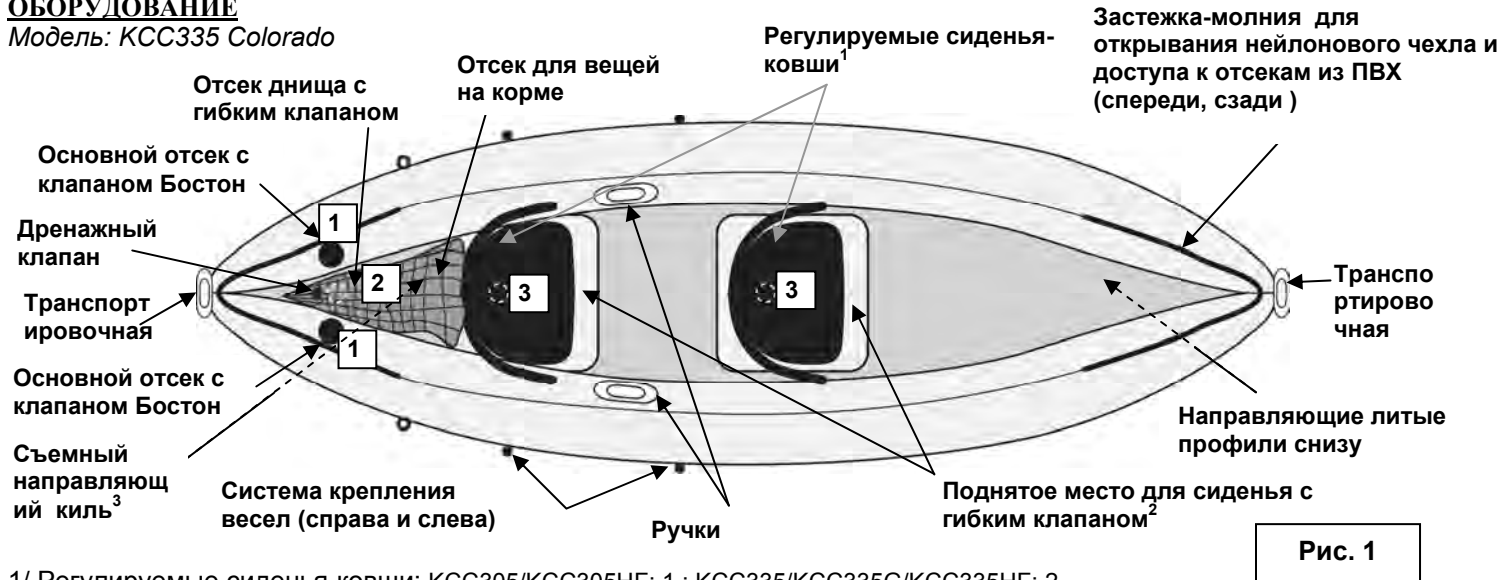

Рис. 1
- a) Клапан (ы) Boston (рис. напротив): Отвинтите колпачок клапана (1); ввинтите корпус клапана (2) в основание клапана (3); не убирайте колпачок. Вставьте коней шланга насоса в клапан и надувайте до достижения рекомендуемого давления (см. пункт 3). После накачивания как следует завинтите колпачки клапанов (по часовой стрелке). **Примечание:** небольшая утечка воздуха до полного закрытия клапанов - нормальное явление, **ГЕРМЕТИЧНОСТЬ** обеспечивается только колпачком клапанов.
3. Надувайте изделие в порядке, указанном на заводской табличке на изделии (см. также рис. 1, нумерацию клапанов). Боковые отсеки номер 2 сначала накачиваются каждый на 50%. Затем постепенно докачивайте до достижения рекомендованного давления в каждом отсеке.